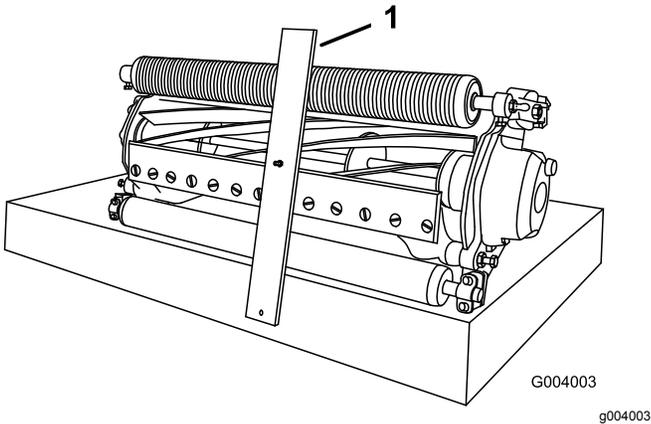

图19
2. 将剪草高度调刀尺的螺栓头钩在底刀刀刃的右侧并将调刀尺的后端放到滚筒后部上图19。